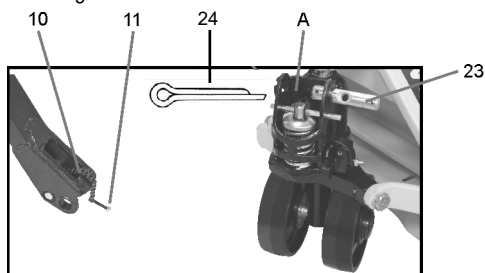

Fig. 3 – Eixo do cabo
- a. Retire o contrapino/cupilha "24" e remova totalmente o eixo "23". Encaixe o cabo na posição "A". Recoloque o eixo "23" passando pelo cabo e trave o conjunto recolocando o contrapino/cupilha "24", ver fig. 3.